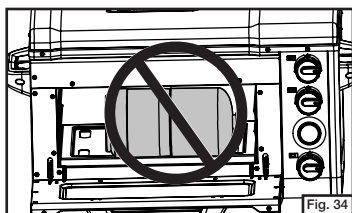

Fig. 34
- Ne remisez jamais de bouteille de propane dans la cavité du four. (Fig. 34)